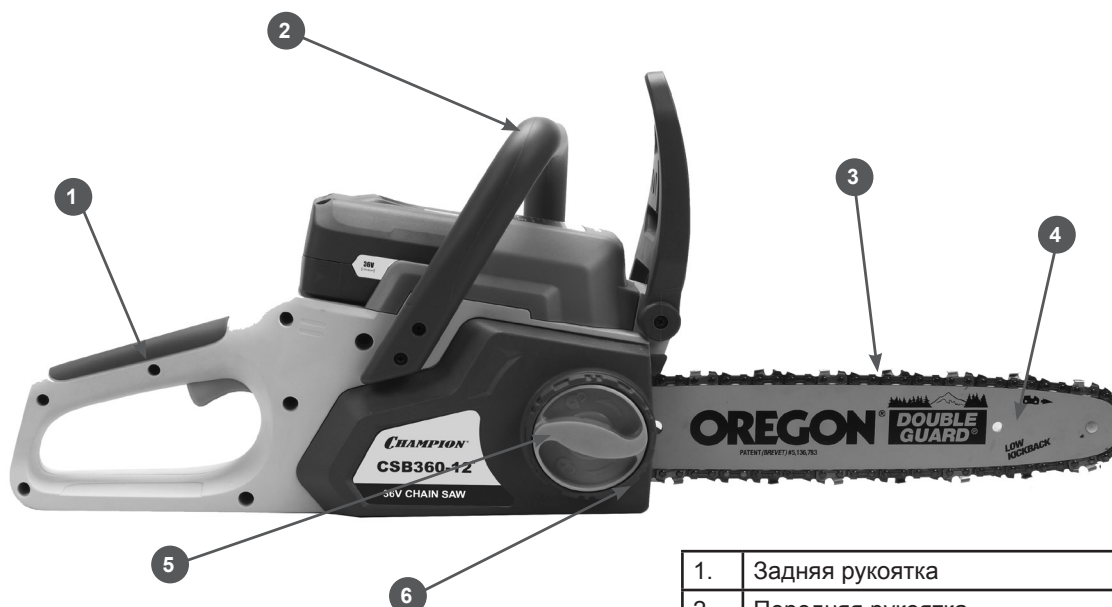

Рис.2
1. Открутите гайку (5) Рис.2 и снимите крышку шины.